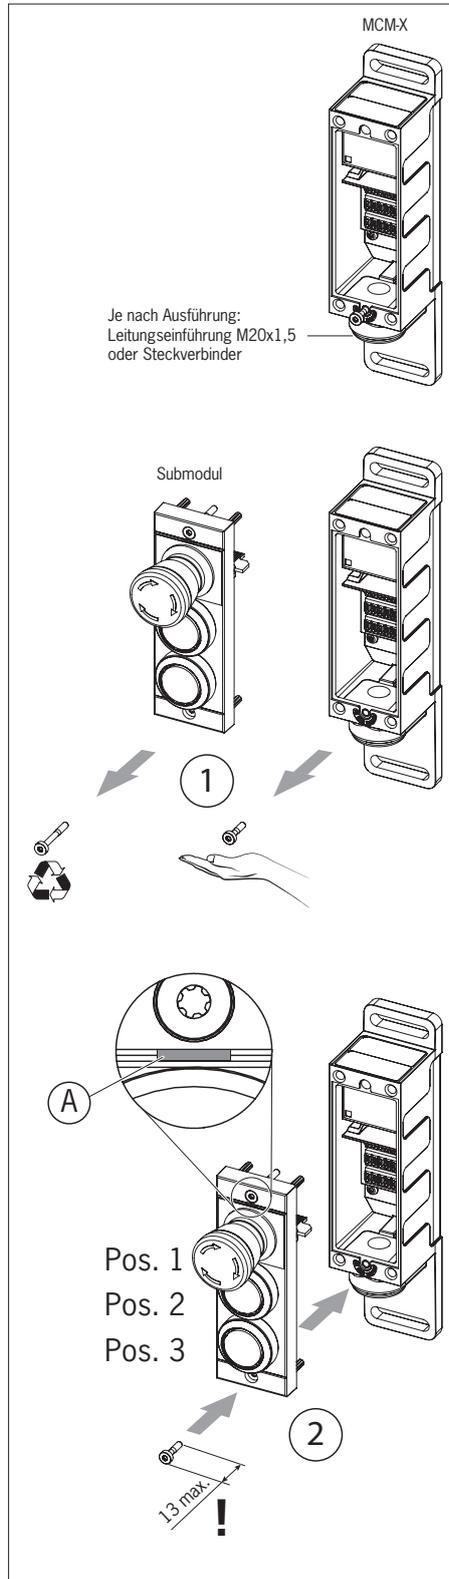

Bild 1: Submodule montieren
- Ausrichtung des Submoduls beachten. Siehe Bild 1: Submodule montieren, Markierung A. Submodule können nicht gedreht eingebaut werden. Die Markierung A gibt immer die erste Bestückungsposition an. Im Beispiel rechts also die Position 1.